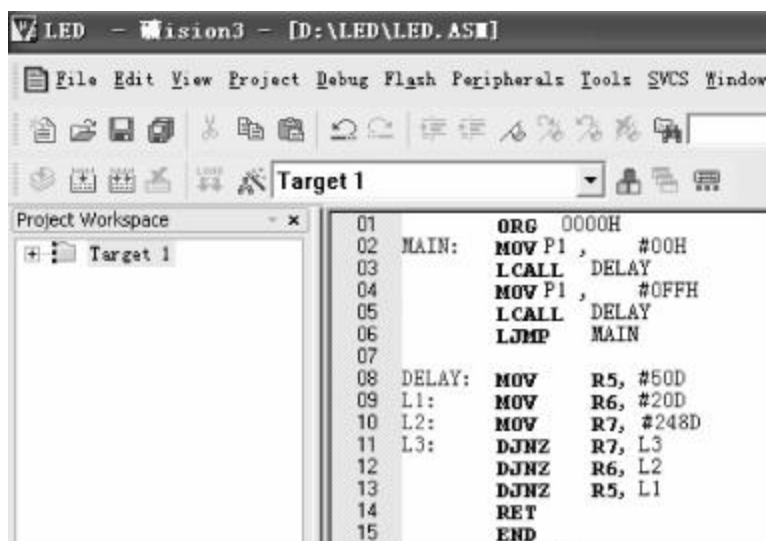

图 2-8 汇编文件
③新建一个汇编文件,也命名为 LED,并录入参考程序二,如图 2-8 所示。